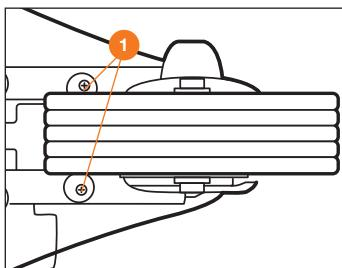
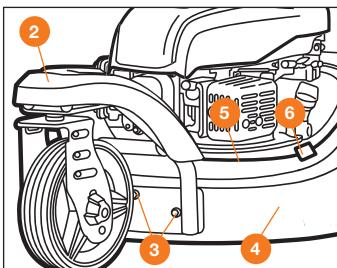

Рис. 3
Рис. 4
Для модели L 50SR / DLM 5100SR установите переднее колесо на защитный кожух и закрепите двумя винтами ① (Рис. 3). Закрепите колесо с кожухом ② на деке газонокосилки ④ тремя болтами и гайками ⑤ (внимание, болты устанавливаются с внутренней стороны деки, гайки накручивайте с внешней, со стороны колеса), закрепите трос блокировки поворота колеса ⑥ (Рис. 4).